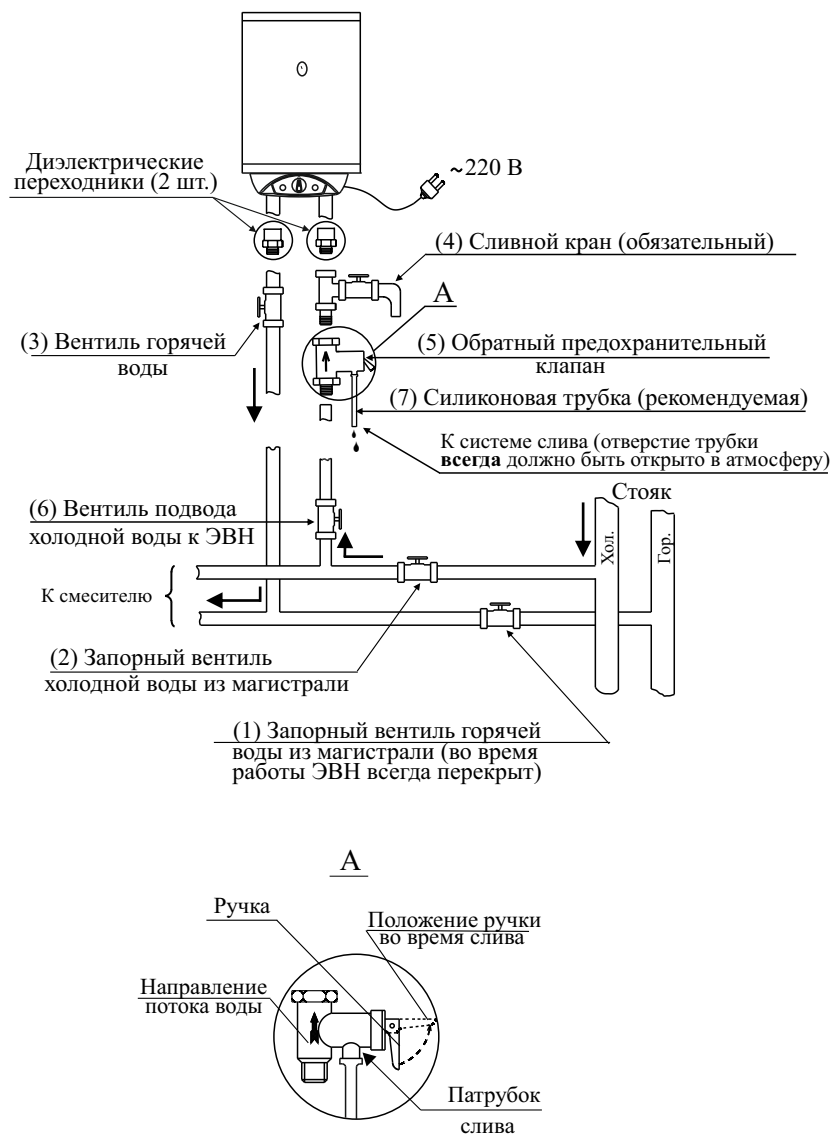

Рисунок 4 - Схема подключения к водопроводной сети
Подключение входа и выхода ЭВН к магистральным трубам холодной и горячей воды (см. рис. 4) обязательно должно осуществляться через **диэлектрические переходники**.
&Заполните ЭВН водой. Для этого перекройте запорный вентиль горячей воды из магистрали (1), закройте сливной кран (4), откройте запорный вентиль холодной воды из магистрали (2), вентиль подвода холодной воды к ЭВН (6), вентиль горячей воды (3) и кран горячей воды на смесителе. ЭВН заполнен, когда из крана горячей воды на смесителе начнет вытекать, с полным напором, вода. Закройте кран горячей воды на смесителе (см. рисунок 4).
&При необходимости полного слива воды из ЭВН (например, при профилактике) надо отключить ЭВН от электрической сети, перекрыть вентиль подвода холодной воды к ЭВН (6), вентиль горячей воды (3) должен быть открытым, открыть кран горячей воды на смесителе и сливной кран (4), через который и слить воду (см. рисунок 4).